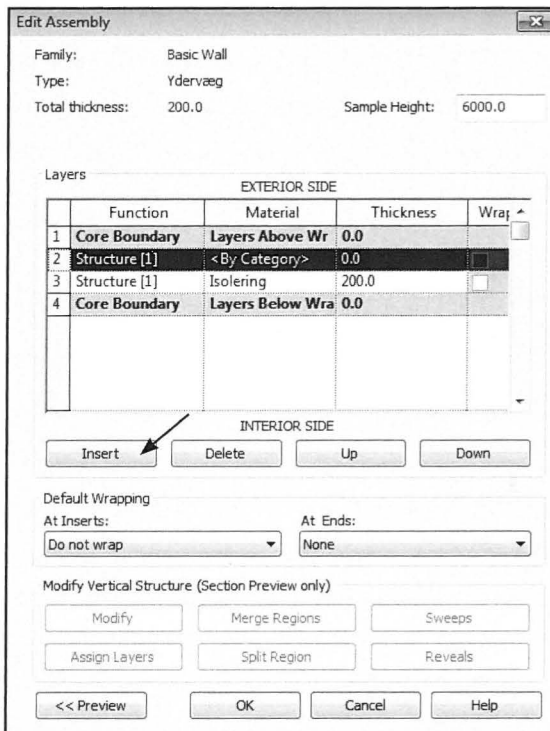

Fig. 05.33.
- Klik på *Insert* (Fig. 05.33)